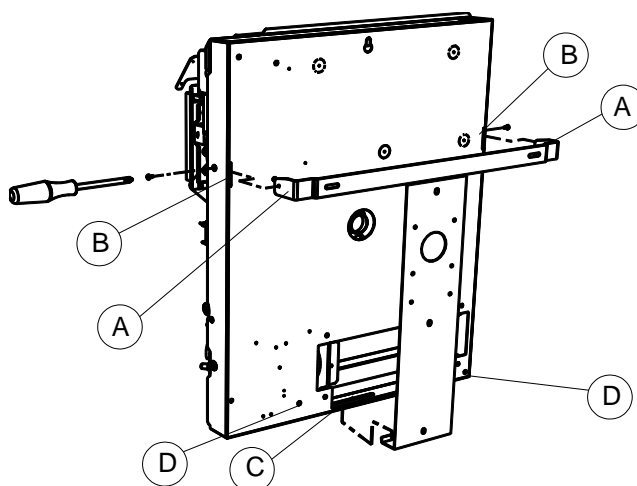

Figura 9 – Aggancio alla staffa di supporto
11. Montare il radiatore a parete appoggiando l'asola C presente sul bordo inferiore del telaio alla staffa di sostegno, come indicato in Figura 9.